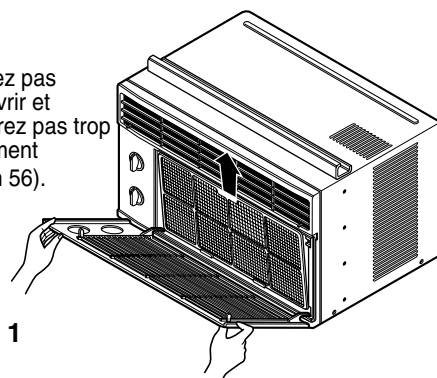

Fig. 1
1. Retirez la grille avant en saisissant les rebords supérieurs latéraux et en tirant vers vous (voir Fig. 1). Vous constaterez que la grille ne s'ouvre que sur environ 56°. Ne la forcez pas à ouvrir plus grandement.